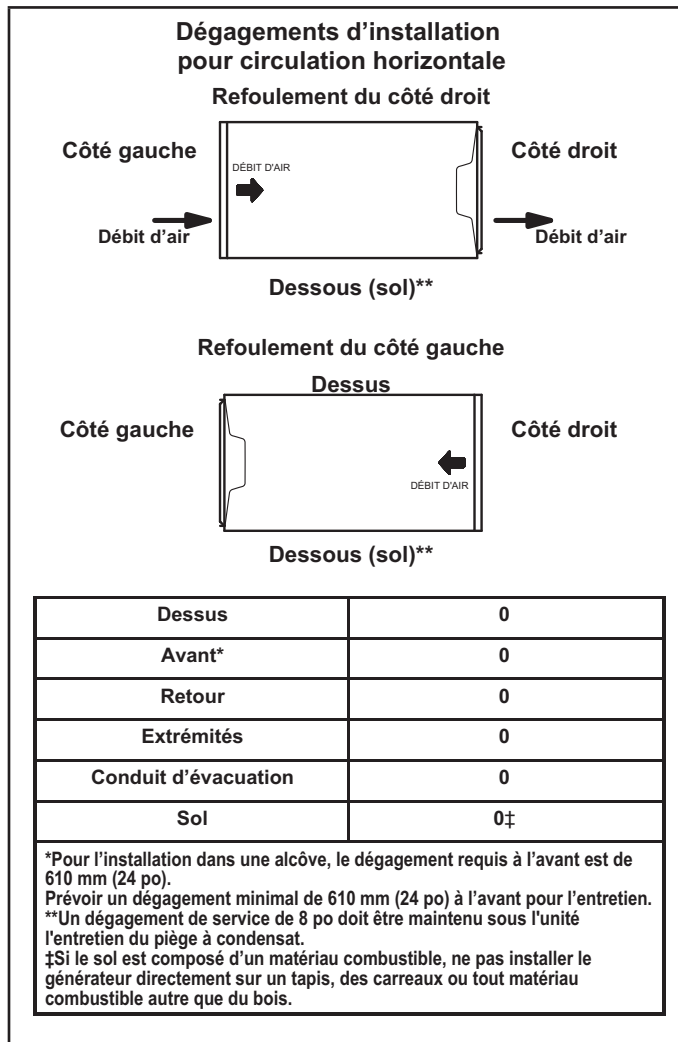

FIGURE 17
Voir la FIGURE 17 pour les dégagements prescrits pour les configurations horizontales.
- 1 - Sélectionner l'emplacement de l'unité en tenant compte des dégagements d'entretien et des autres dégagements nécessaires. Voir FIGURE 17.